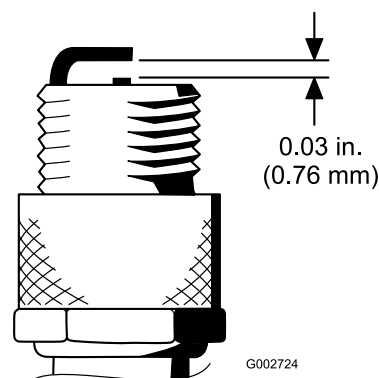

Figura 28
4. Ajuste a folga existente entre a zona central e lateral do elétrodo para 0,76 mm, como se mostra na Figura 28.